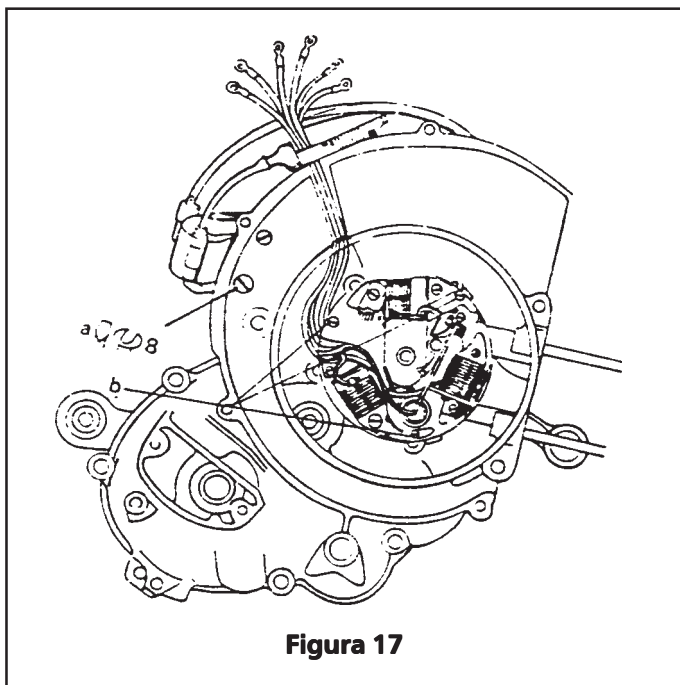

Figura 17
7. De esta manera es posible sacar la placa del estator retirando tres tornillos que la fijan al cárter, como lo muestra la figura 17 (cerciórese de que los extremos de los alambres hayan sido desconectados de la caja de empalmes). Se aconseja marcar la posición de la placa del estator con respecto al cárter para colocarla en la misma posición cuando se arme nuevamente (no se aplica a los motores que tienen sistema de encendido electrónico).